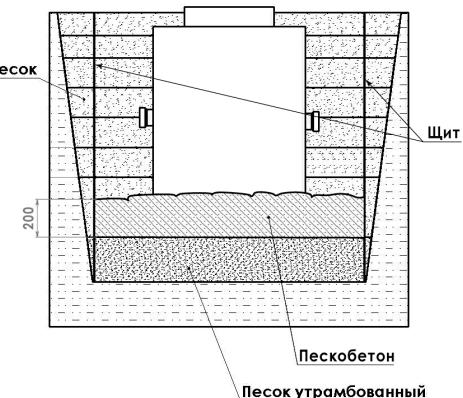

Рис. 4 Расположение в пескобетоне
- запить юбку Станции пескобетоном в соотношении 3:1 минимум 200 мм от дна Станции (см. рис.4)